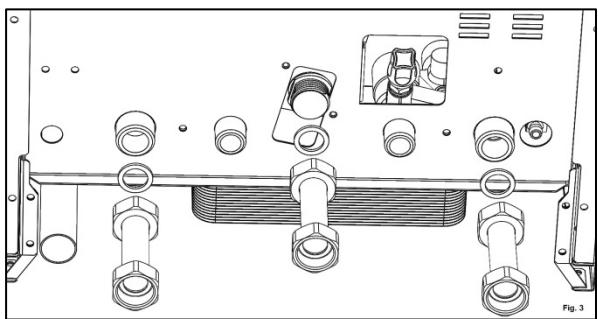

Fig. 3
3. Se montează țevile C pe racordurile G3/4 ale unității, împreună cu 3 garnituri D, prin strângerea piulitelor până la asigurarea unei etanșări corespunzătoare (30Nm). (Fig. 3)